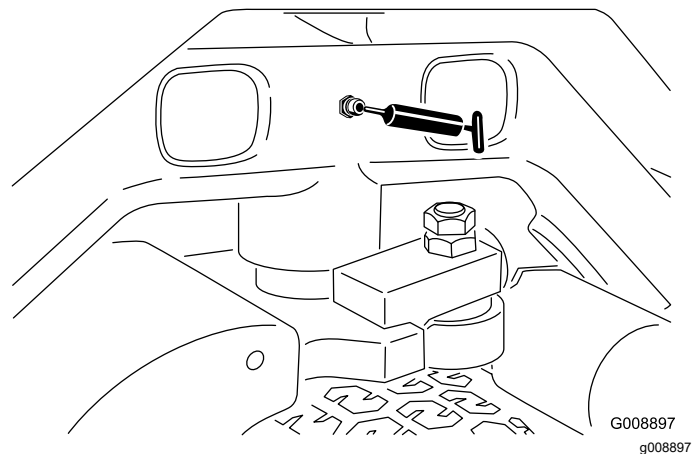

Figura 48
- Articulação da direção (Figura 48)